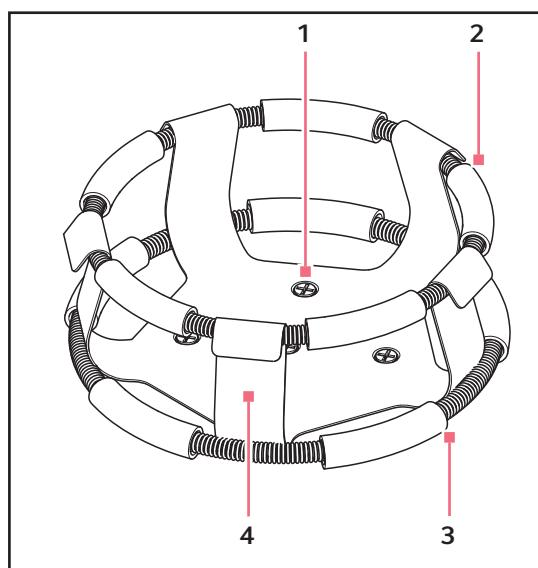

Fig. 4-2: Instalação da pinça de garras duplas
2. Com a primeira garra em posição, conforme fornecida, insira um frasco vazio na pinça na parte superior do corpo da pinça (aqui Fig. 4-2 na pág. 30).